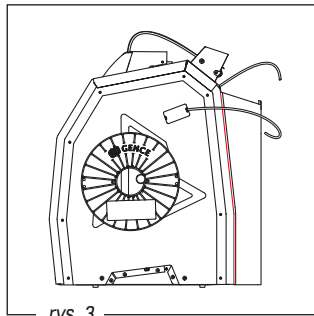

rys. 1
3. Wypnij przewody doprowadzające filamenty do ekstrudera T0 i z ekstrudera T1 (rys. 1). W tym celu:
- wysuń blokadę w kształcie litery C (rys. 1, **krok 1**),
- wciśnij blokadę złączki (rys. 1, **krok 2**) i jednocześnie wysuń przewód doprowadzający (rys. 1, **krok 3**).